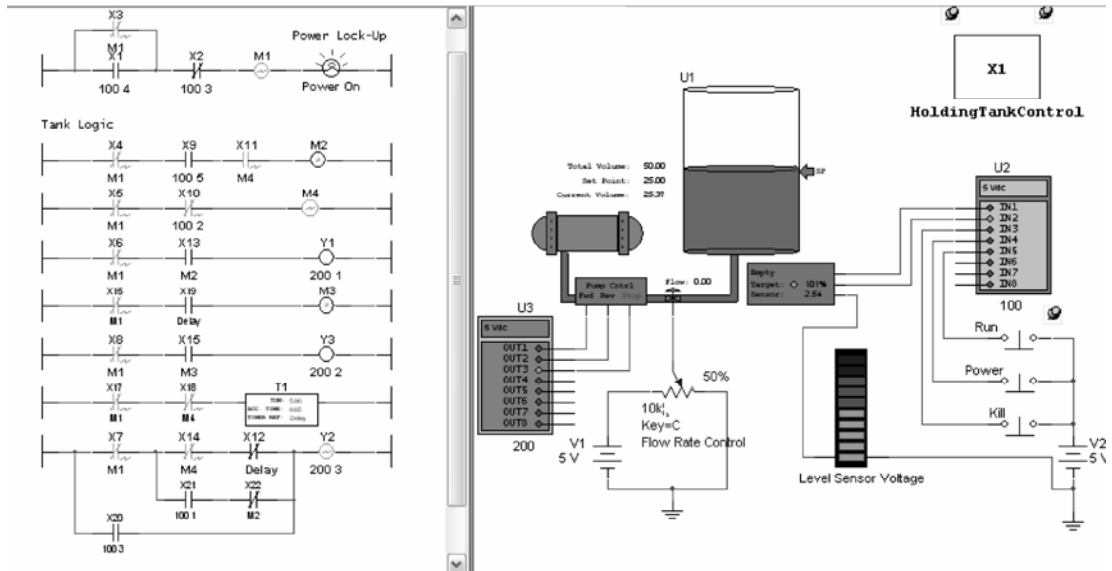

图 12-92 液位达到设定高度停止充填，观察梯形图和电路的变化
4) 当罐中的液体高度达到设定的值时，停止向罐内泵液体，如图 12-92 所示。